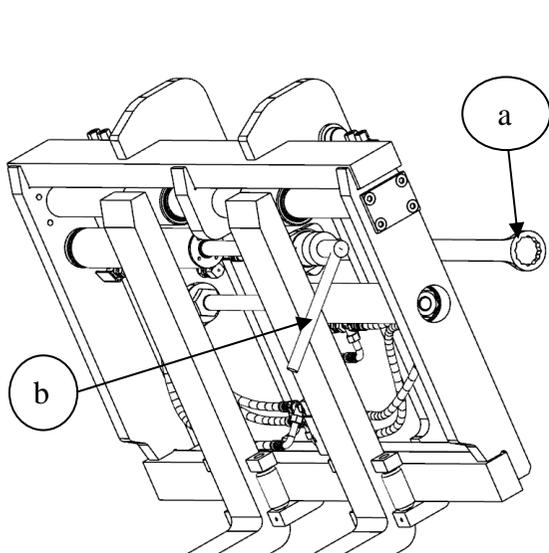
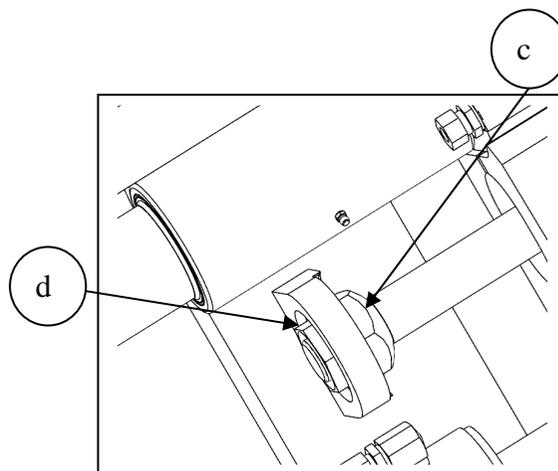

Fig.004
Fig.005
- 2.3.1 Bloccare con chiave esagonale "a" il dado "c" sull'orecchio di trascinamento e con chiave a bussola "b" allentare il dado frontale "d". (Fig.004, Fig.005)